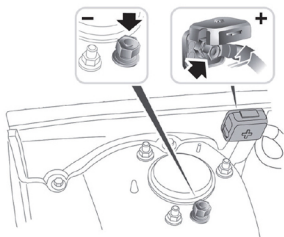

Рисунок 4.1
**ВНИМАНИЕ: НЕ ПРОВОДИТЕ ПРОВЕРКУ ЧЕРЕЗ РАЗЪЁМЫ БЫСТРОГО СТАРТА.** Для моделей, в которых батарея находится под сиденьем или в багажнике, производитель обычно размещает штыри разъёма для запуска от внешнего источника под капотом (см. Рисунок 4.1). Однако для обеспечения точности данных **НЕ ПОДКЛЮЧАЙТЕ ТЕСТЕР К РАЗЪЁМАМ БЫСТРОГО СТАРТА.**